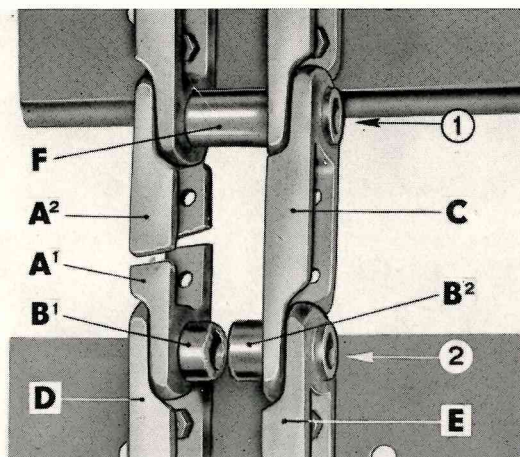

Fig. 163 - Taglio di un elemento per sostituire una maglia avariata.
*Estrarre per mezzo della pressa i due perni **1** e **2** adiacenti alla maglia da sostituire (fig. 163).*